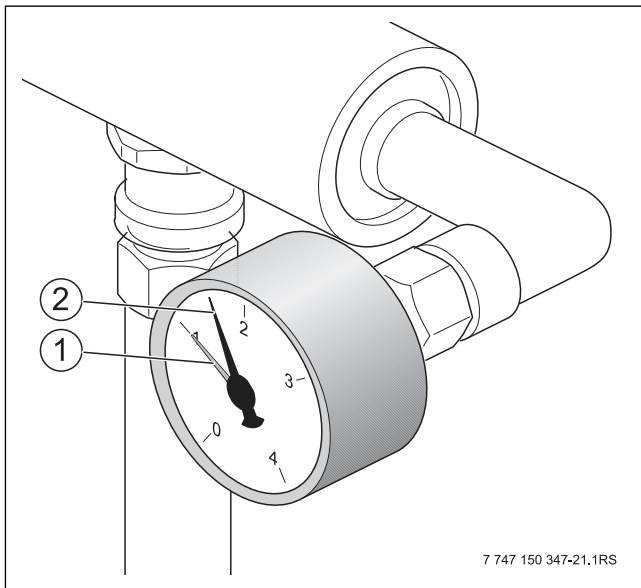

Bild 21 Manometer
- ▶ Roten Zeiger (→ Bild 21, [1]) des Manometers auf den erforderlichen Mindestdruck von 1 bar einstellen.